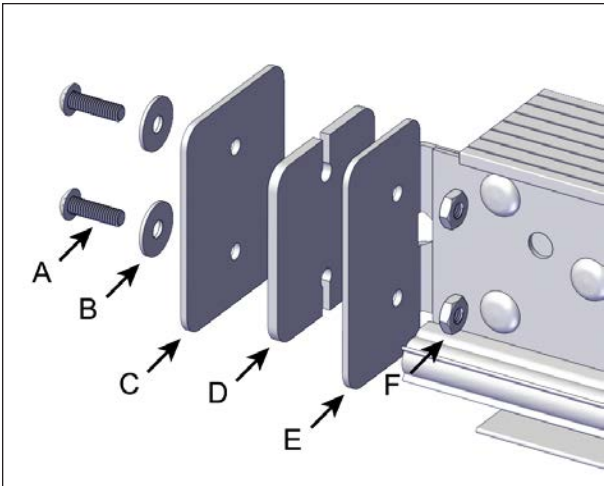

FIGURE 22: INSTALLATION DES PLAQUES DE FIXATION COURTES I À C AVEC LES PROFILÉS EN I
- Utiliser les vis n° 10- 32 x 5/8 et les écrous n° 10-32. Insérer la cale espaceur I à C entre la plaque de fixation courte I à C et le support I à C. Les vis et les écrous peuvent maintenant être correctement serrés, voir Figure 22.